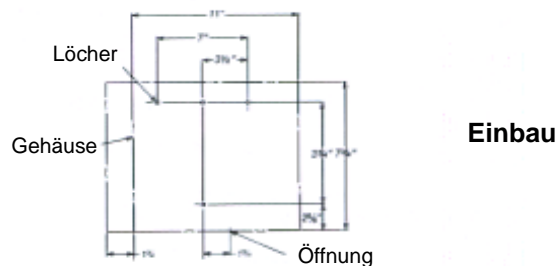

Abb. 2
1. Wählen Sie einen Platz, der einen lichten Raum von mindestens 30 cm Breite und 40 cm Höhe aufweist. Da sich die elektrischen Leitungen im Boden des Gehäuses befinden, sollte genug Raum für Verbindungsleitungen, usw. vorhanden sein. Siehe Abb. 2.